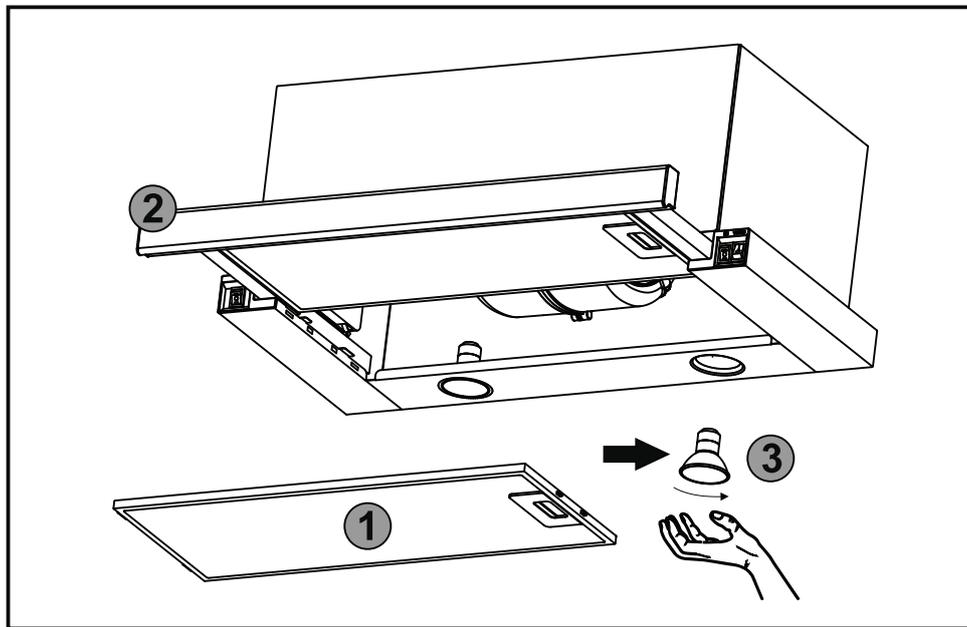

Рис.7
8.9 На вытяжке установлены **LED SMD** лампы подсветки рабочей зоны плиты. Перед началом замены ламп освещения необходимо отключить вытяжку от электросети, дать возможность охладеть лампам. Для замены лампы необходимо снять алюминиевый фильтр **1**, вытянуть выдвижную панель с фильтром **2**, отжать держателя патрона на себя, чтобы лампа **3** вышла из корпуса вытяжки, удерживая держатель патрона, слегка надавить на лампу в направлении патрона и, повернув ее против часовой стрелки, вынуть из корпуса вытяжки (**рис.7**).